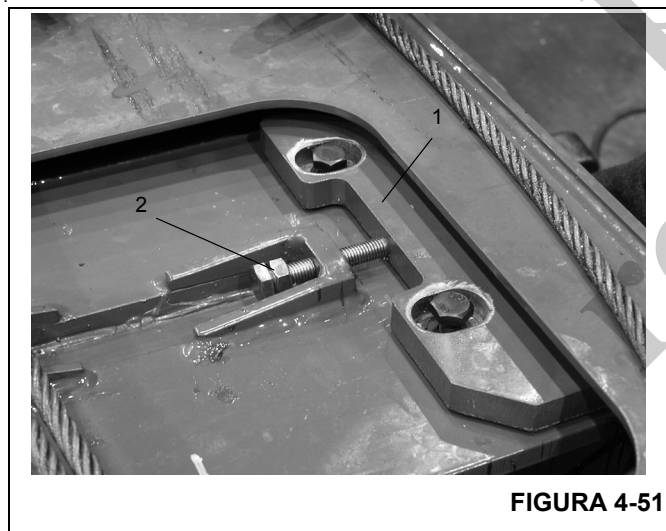

FIGURA 4-51
10. Instale as placas de desgaste e os suportes das placas (Figura 4-51, 1) nos lados esquerdo e direito da seção volante.
11. Meça e ajuste as placas de desgaste até que a seção volante esteja centralizada  $\pm 1$  mm ( $\pm 0.04$  pol.) na seção intermediária externa. Aplique Loctite e aperte a contraporca (Figura 4-51, 2).